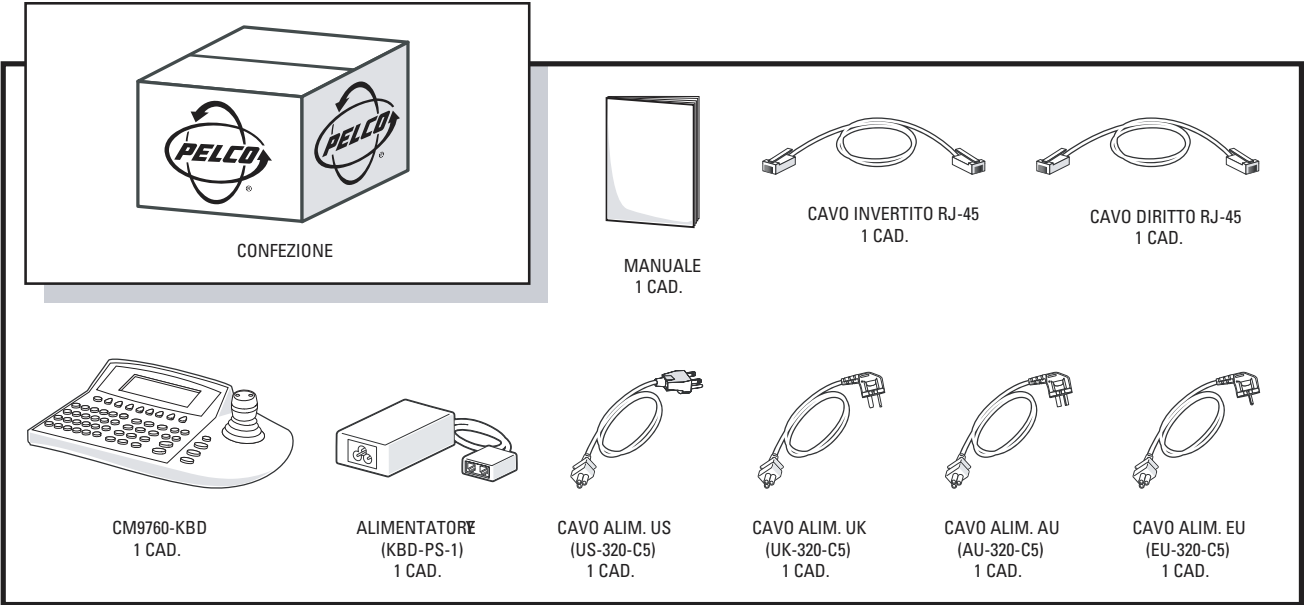

Figura 1. Contenuto della confezione
* La tastiera CM9760-KBR non compare nella Figura 1. È uguale al modello CM9760-KBD ad eccezione della funzione di attacco su rack.